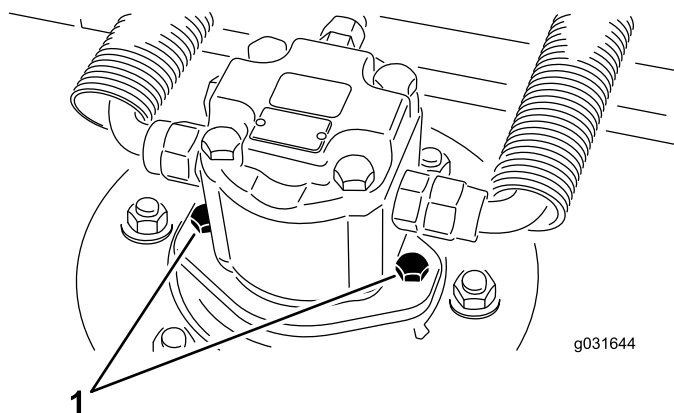

Figura 67
2. Retire los tornillos de montaje del motor y desconecte y retire el motor hidráulico de la unidad de corte (Figura 67).
4. Con los tornillos de montaje del motor hidráulico, instale el motor hidráulico en la unidad de corte (Figura 67).